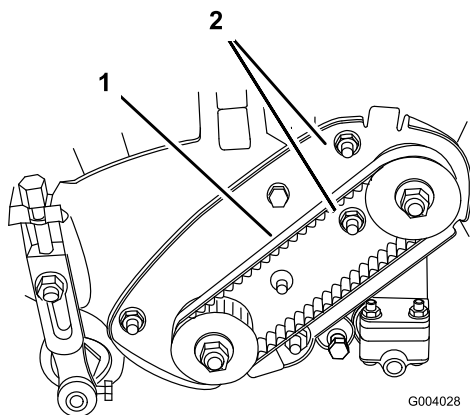

Figura 32
- A. Desaperte as porcas de montagem da caixa de mancal (Figura 32).
- C. Mantendo o ajuste da chave de aperto, aperte as porcas de montagem da caixa de mancal (Figura 32). Não aperte demasiado a correia.